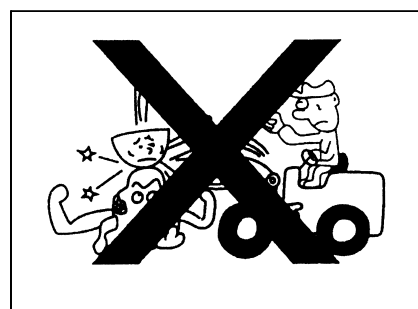

Рис. 1-93
- Кроме специальной работы, запрещается применить погрузчик для других назначений. Применение головной части или части рабочего устройства для буксировки или других назначений, это станет причиной нарушения или аварии, это не допускается (рис. 1-93).